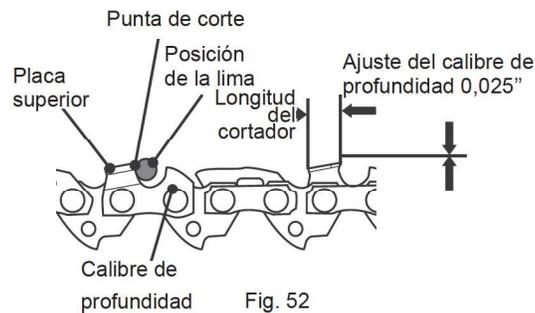

Fig. 52
- > Utilice un medidor de profundidad para comprobar la altura del medidor. La mayoría de las ferreterías importantes tiene en venta plantillas de medición de calibre de profundidad (Fig. 52).